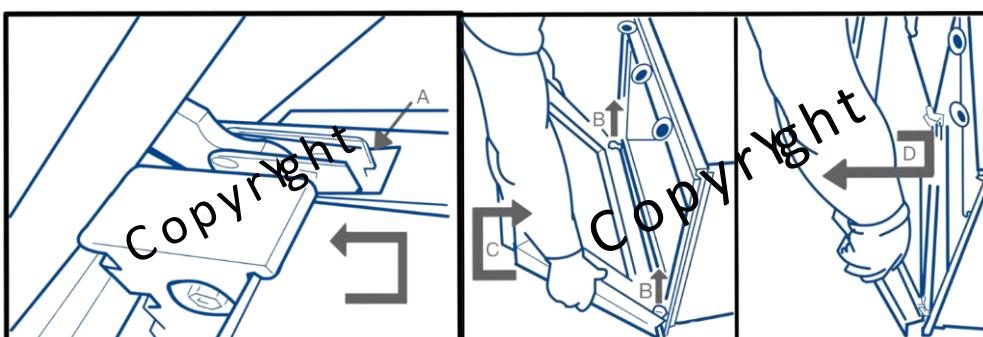

Figura 2
3. Cierre la puerta lentamente hasta que encaje en una parada (posición A). Luego levante suavemente la puerta (B), gírela ligeramente (C) hasta que salga de las bisagras (D) (vea la Figura 2).